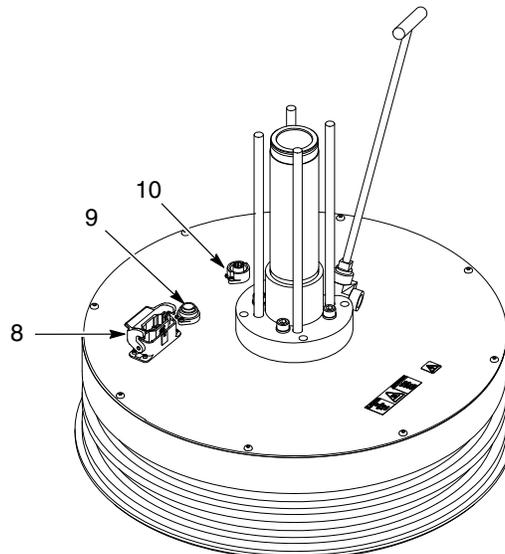

Figure 6 Installation du module suiveur à chauffage électrique
5. Voir la Figure 6. **Pour les modules suiveurs à chauffage électrique**, installer les jeux de câbles suivants : Pour les unités à puissance standard, raccorder les jeux de cordons d'alimentation à 15 broches (8) et de la section hydraulique à 7 broches (9). Pour les unités à forte puissance, raccorder les jeux de cordons d'alimentation à 15 broches (8), d'alimentation à 7 broches (9) et de la section hydraulique à 7 broches (10).